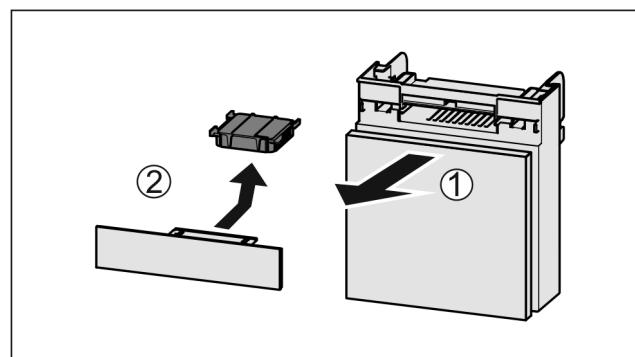

Fig. 157
- Издърпайте Fig. 157 (1) напред отделението.
- Извадете Fig. 157 (2) филтъра с активен въглен.